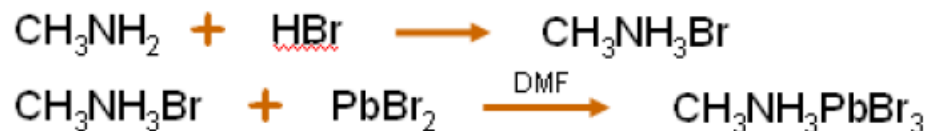

Figure 1. $\text{CH}_3\text{NH}_3\text{PbBr}_3$ 합성 과정4
3. 0.0280 g $\text{CH}_3\text{NH}_3\text{Br}$ 과 0.0918 g PbBr_2 를 5 mL DMF에 녹여 50 mM $\text{CH}_3\text{NH}_3\text{PbBr}_3$ 용액을 만든다 ($\text{CH}_3\text{NH}_3\text{Br} : \text{PbBr}_2 = 1 : 1$). (Figure 1)